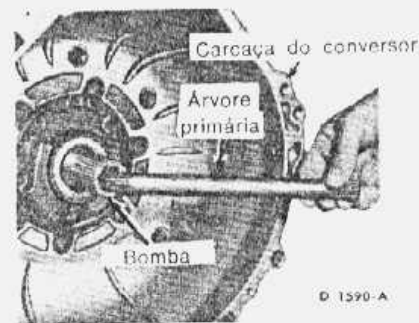

fig. 42 — remoção ou instalação da árvore primária
9. Remover os parafusos de fixação da carcaça do conversor à caixa (fig. 42) e remover a carcaça do conversor.